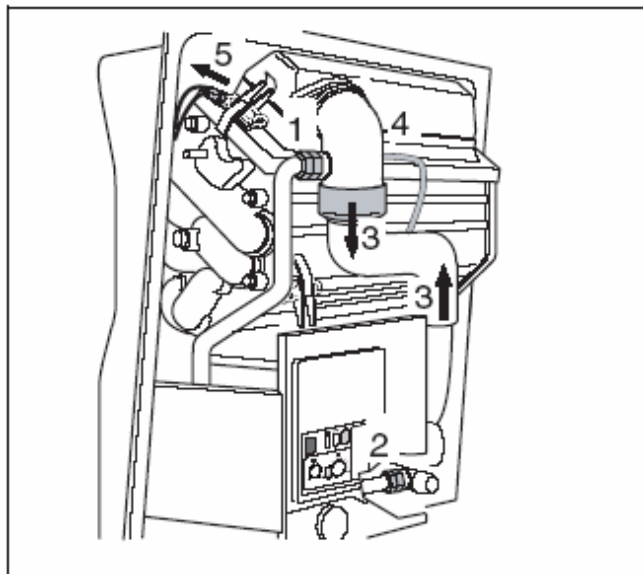

Рис. 33 Разборка присоединений
- Разобрать резьбовые присоединения к газовому соплу (рис. 33, поз. 1) и к предохранительному клапану (рис. 33, поз. 2).
- Снять шланг между дутьевым вентилятором и горелкой (рис. 33, поз. 3).
- Снять шланги в точке измерения дифференциального давления (рис. 33, поз. 4).
- Отсоединить штекер термостата горелки (рис. 33, поз. 5).